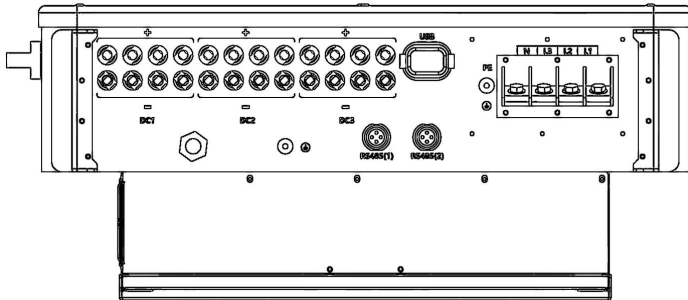

图 3.16 线缆固定
6. 将接地线连接到设备的接地点，并拧紧接地螺栓（如图 3.16）。